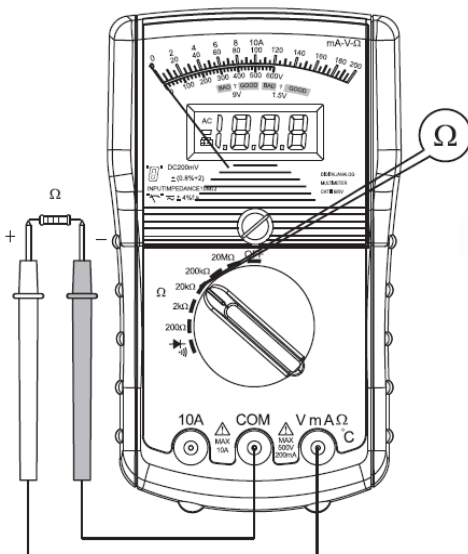

Рисунок 7
6.5. Измерение сопротивления (см. рисунок 7)